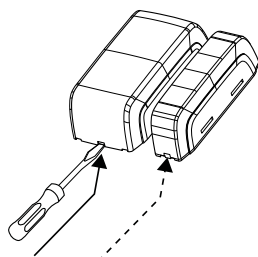

Figura 4: Extracción de la cubierta decorativa
1. Para quitar la cubierta decorativa, inserte un destornillador de cabeza plana en la ranura provista y empuje hacia arriba. Véase la figura 4.